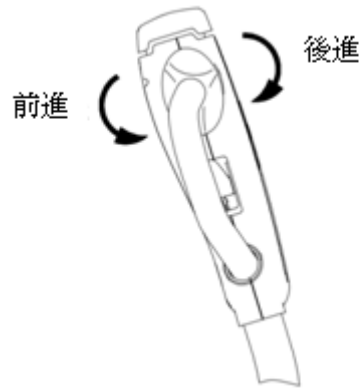

図 3
- ローリフトを走行させたい方向にアクセルノブを徐々に回してください。(図3)